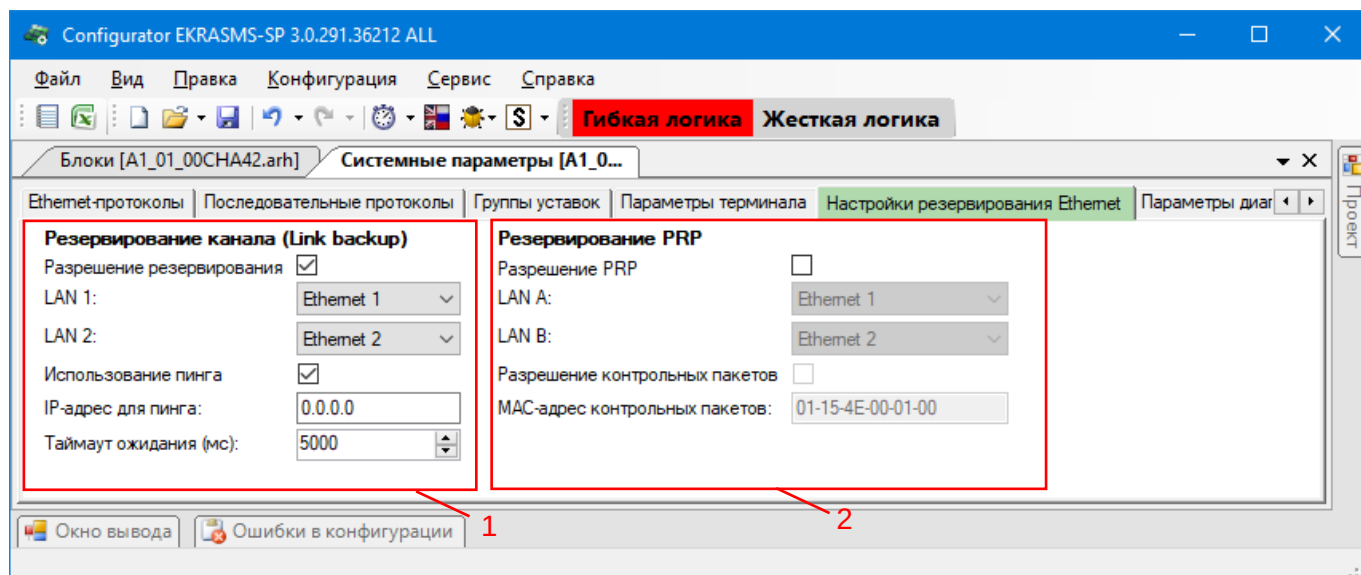

Рисунок 4.74
Окно **Настройка резервирования Ethernet** (см. рисунок 4.74) (пункт меню «дерева» проекта **Аппаратная часть** → **Системные параметры** вкладка **Настройки резервирования Ethernet**) предназначено для настройки резервирования Ethernet.
4.5.6.7.1 Настройка резервирования канала Link backup (см. рисунок 4.74, поз.1):
4.5.6.7.2 Настройка резервирования по протоколу PRP (см. рисунок 4.74, поз. 2):